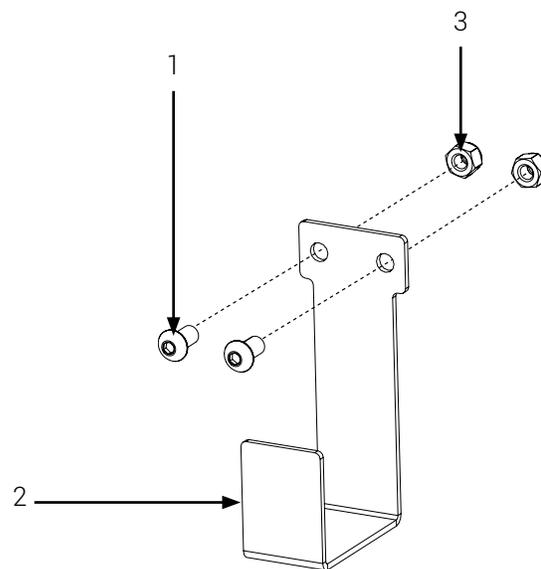

**Figure 52** : Système de montage Dräger installé
- Aligner les trous de fixation de l'adaptateur SLIDE et de la plaque-support, puis visser les même quatre (4) vis à l'aide d'une clé hexagonale 5 mm (Figure 52).